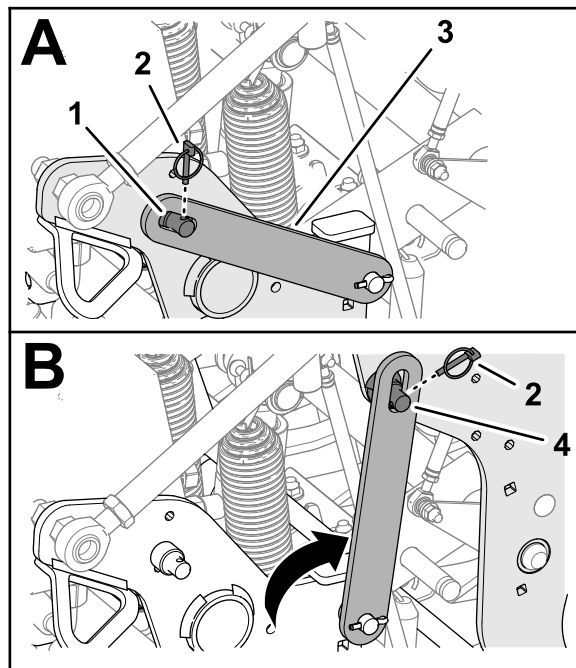

Figura 102
4. Rimuovete la coppiglia ad anello che fissa il fermo di servizio alla piastra laterale (**Figura 102**).